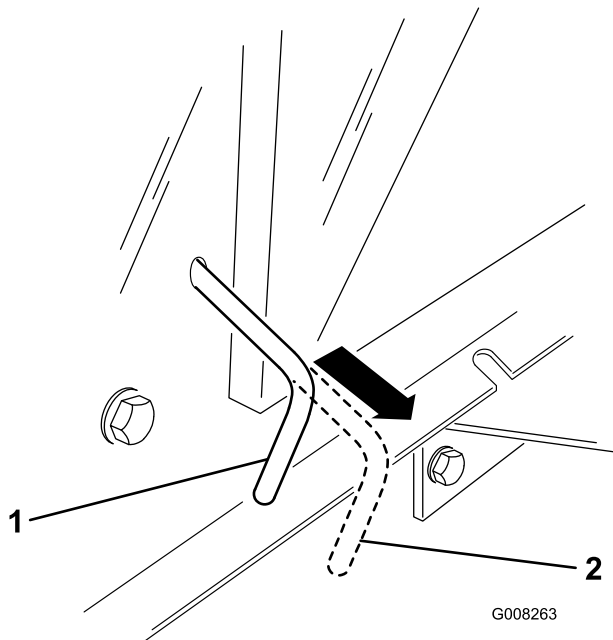

Figura 15
Nota: Esto desengrana el sistema de tracción y permite que las ruedas giren libremente.(Figura 15).
2. Empuje el control de tracción a la posición Funcionamiento (Figura 15) para engranar el sistema de tracción.